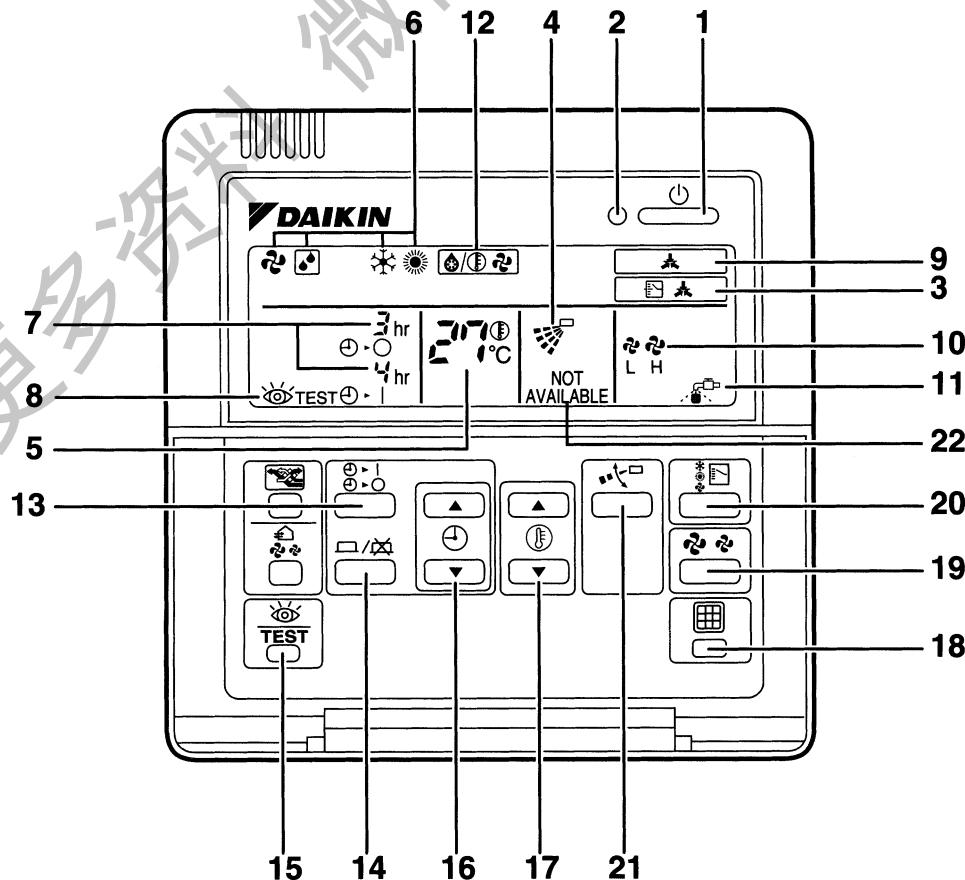

图 1
- 为了说明的方便，图1中显示的所有指示都表示出来，这与实际的运转情况不同。